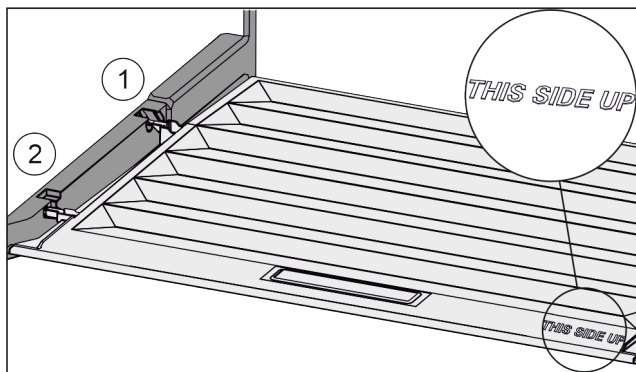

Fig. 44
- ▶ Anbring dækslets tappe over åbningen i den bageste holder Fig. 44 (1), og lad dem gå i indgreb i forreste holder Fig. 44 (2).